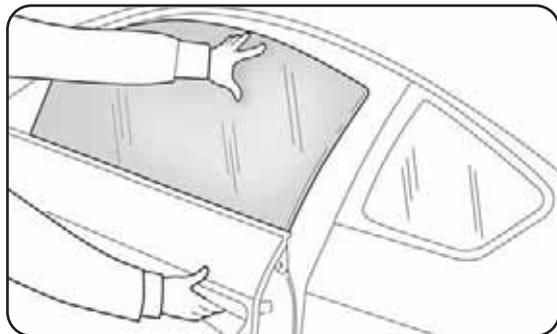

fig. 58
**AVISO** Com fecho centralizado inserido, puxando a alavanca interna de abertura de uma das portas provoca-se a desactivação do fecho de todas as portas. Em caso de falta da alimentação eléctrica (fusível queimado, bateria desligada etc.) é contudo possível o accionamento manual do bloqueio das portas; dado que em tal caso a função de descida automática dos vidros não está disponível, para abrir ou fechar a porta com vidro levantado exerce uma pressão no vidro para o interior do veículo (ver fig. 58), para agilizar a passagem do vidro na garnição.